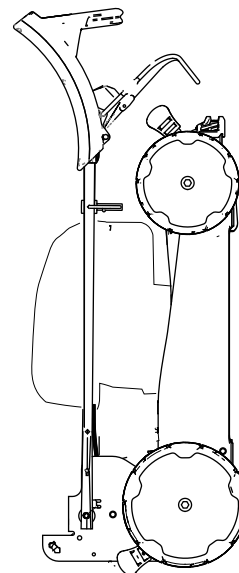

Figure 24
5. Soulevez l'avant de la machine par le guidon et amenez-la jusqu'au lieu de rangement (Figure 24).